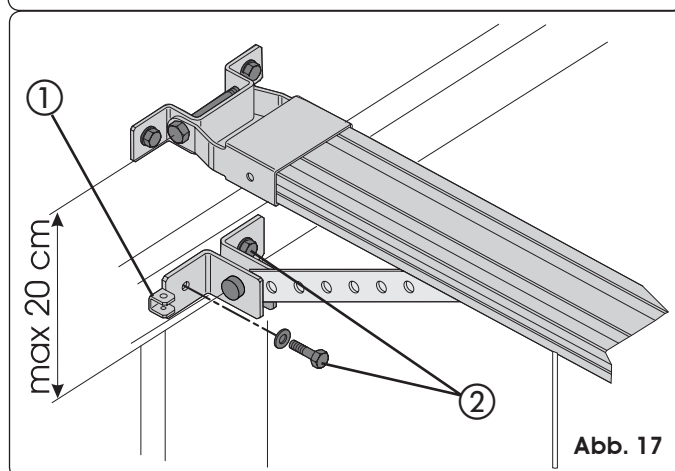

Abb. 17
- Die Befestigung an der Tür so positionieren, dass die Durchgangsöffnung des Entriegelungsdrahts zur linken Seite des Tors hin gerichtet ist (Bez. ① Abb. 17).
- 4) Sicherstellen, dass die Distanz zwischen den Abständen der Bohrungen zur Fixierung der vorderen Befestigung und der Befestigung am Tor höchstens 20 cm beträgt (Abb. 17). Für den einwandfreien Betrieb der Automation sollten Neigungen des Arms über 30° zur Gleitführung vermieden werden. Wenn der gebogene Arm für Sektionaltore (Extra) verwendet wird, ist die Montage mit dem geraden Arm des Schlittens entsprechend den Angaben in Abb. 18 vorzunehmen. Zur Optimierung der Wirksamkeit des Quetschschuttsystems wird empfohlen, die Befestigung am Sektionaltor so weit unten wie möglich zu fixieren, ohne dabei jedoch den Abstand von 40 cm von der vorderen Befestigung des Antriebs zu überschreiten.
- 5) Anzeichnen, bohren und die Befestigung am Tor mit den Schrauben fixieren (Bez. ② Abb. 17) **NICHT** im Lieferumfang enthalten.